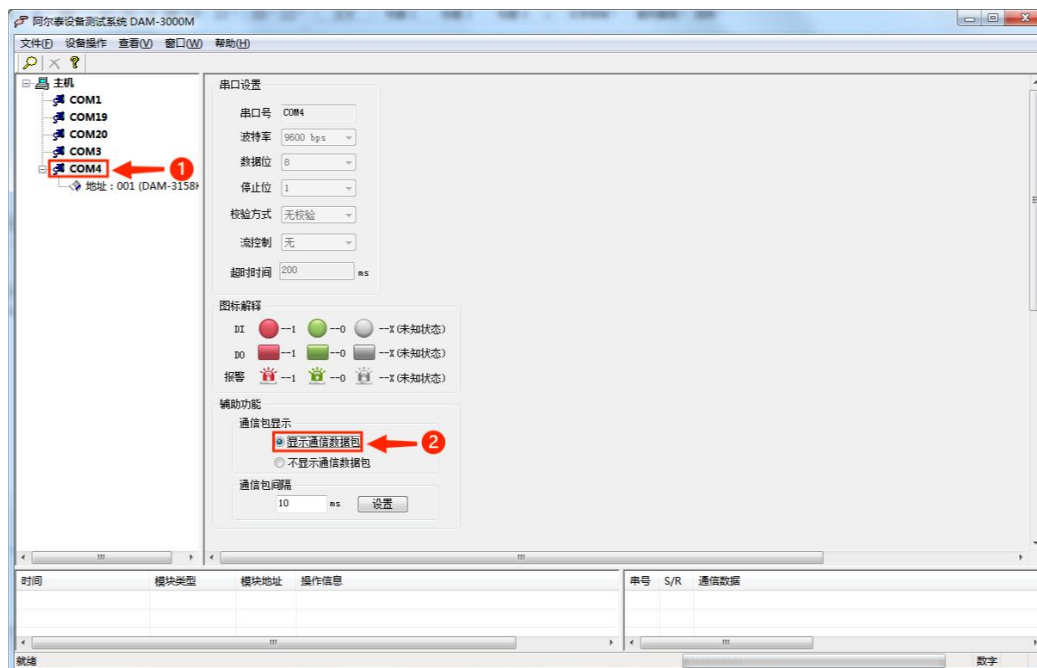
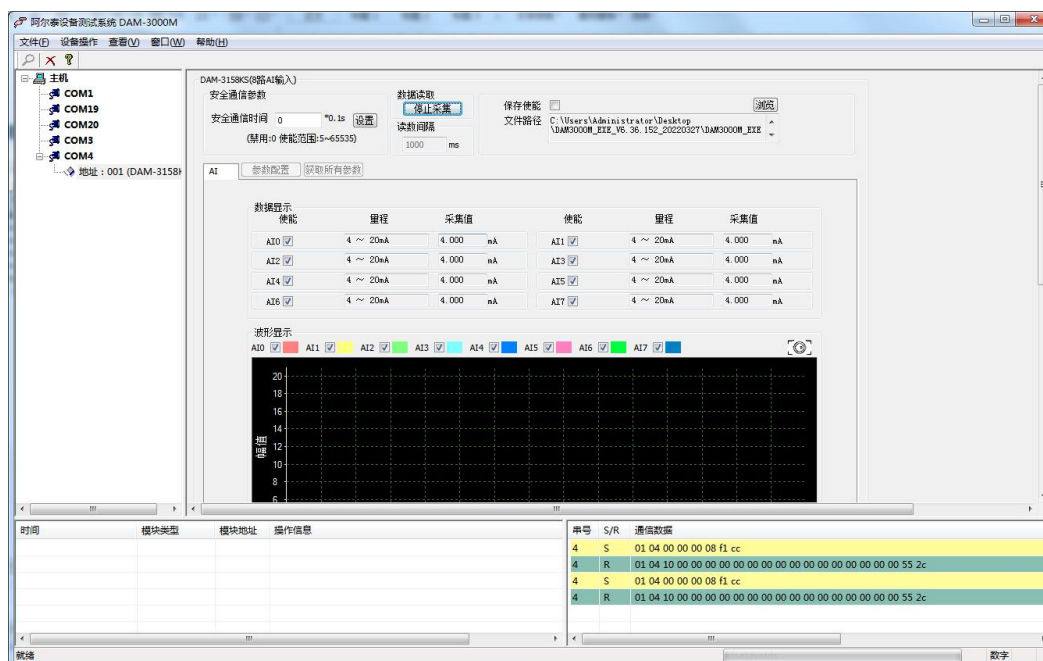

图 37
图 38
若想查看通讯包点击模块上的 COM 口图 37-①，点击“显示通讯包”图 37-②；其效果如图 38